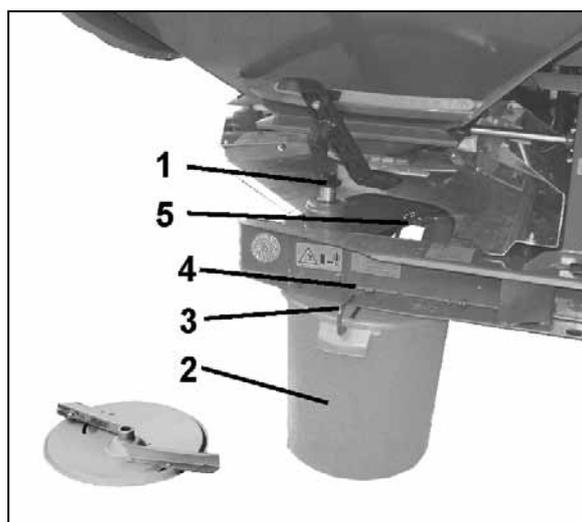

Fig. 49
- 3.1 Desenroscar la tuerca mariposa (Fig. 49/1) para el ajuste del disco dispersor izquierdo y quitar el disco de dispersión del eje del engranaje.
4. Enganchar el recipiente colector (Fig. 49/2) mediante el estribo (Fig. 49/3) en los alojamientos (Fig. 49/4 y Fig. 49/5) en el bastidor.